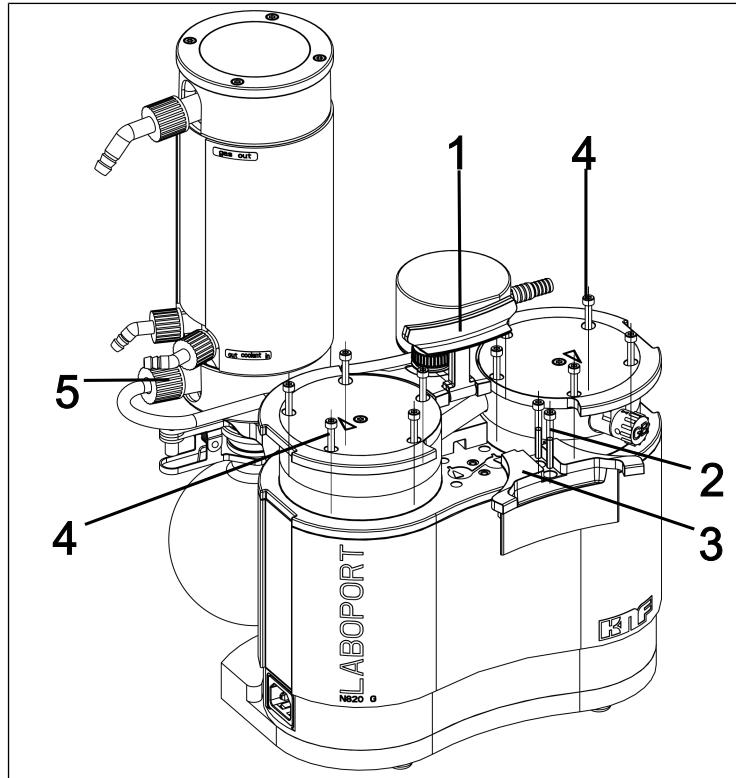

Fig.12: Démontage de la poignée
3. Desserrez l'écrou d'accouplement du raccord de tuyaux (5/Fig. 12) des composants du système de vide.
4. Mettez la poignée (1/Fig. 12) en position verticale.
5. Desserrez les deux vis (2/Fig. 12) du cache de poignée (3/Fig. 12).
6. Retirez le cache de poignée (3/Fig. 12).
7. Desserrez les 10 vis extérieures de la tête (4/Fig. 12) sur les deux têtes de pompe.
8. Retirez les 10 vis extérieures de la tête (4/Fig. 12) hors des deux têtes de pompe.
1. Marquez la plaque supérieure (2), le couvercle (3) et la plaque intermédiaire (6) d'un trait de crayon continu. Cela permet d'éviter que les pièces ne soient mal assemblées par la suite.
2. Retirez les vis extérieures (4/Fig. 12) des têtes de pompe.
9. Placez les 10 vis extérieures (4/Fig. 12) dans la tête de pompe et serrez-les en croix (couple de serrage : SH/SR820G : 4 Nm; SR840G: 5 Nm)
- i** S'il n'est pas possible d'insérer les vis extérieures (4/Fig. 12) dans la tête de pompe, desserrez la vis de tête intérieure (1) et vérifiez que le couvercle de la tête (3) est bien fixé sur la plaque intermédiaire (6).
11. Serrez l'écrou d'accouplement du raccord de tuyaux (5/Fig. 12) sur le condenseur haute performance (2/Fig. 3) à la main.
1. Montez le cache de poignée (3/Fig. 12).
2. Serrez les vis (2/Fig. 12) du cache de poignée (3/Fig. 12) (couple de serrage : 2 Nm).